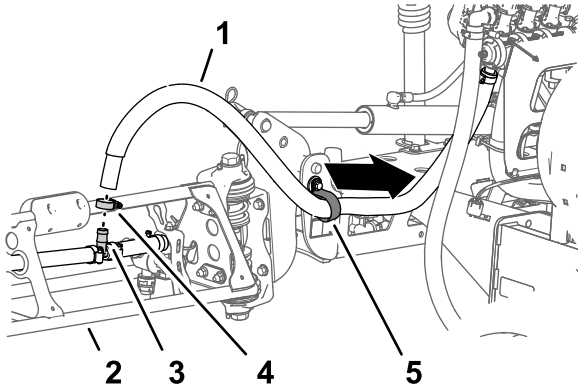

図 33
1. 左右のブームで、給液ホースをバーブ付き T 字フィッティングに固定しているホースクランプを外す 図 33。
2. 字フィッティングからホースを取り外す 図 33。
3. ホース端部をRクランプから外す 図 33。